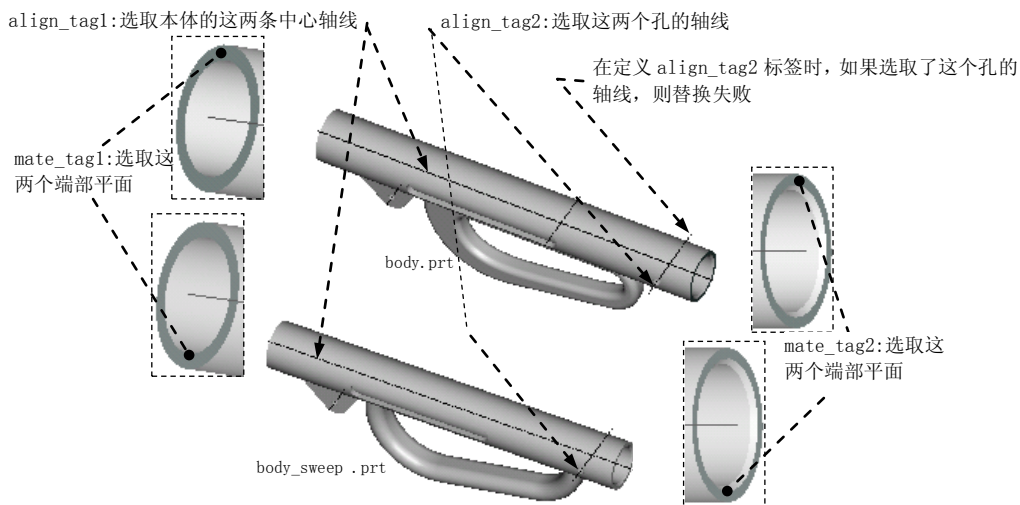
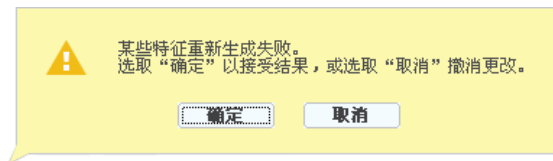

图 6.4.3 定义各参考标签
图 6.4.7 “错误提示”窗口
本例中要定义的各参考标签如图 6.4.3 所示。
- (2) 定义参考标签。
- ① 在“参考配对表”对话框中单击  按钮，在 **标记** 文本框中输入第一个参考标签名 MATE_TAG1，并按回车键。
- ② 按住 Ctrl 键，分别选取图 6.4.3 中模型的两个端部平面（图中左边的端面）。
- ③ 定义其余三个标签。然后重复与步骤①、②相似的操作。
- ④ 最后单击“参考配对表”对话框中的 **确定** 按钮。
在上节的 Stage1 中，如果在定义 align_tag2 参考标签时，body.prt 上的轴线选另一个孔的轴线，如图 6.4.3 所示，那么在进行元件替换时，会出现图 6.4.7 所示的“诊断失败”错误提示窗口，一般说来，解决这类问题有下面两种方法。
注意：图 6.4.3 中的两个孔轴线虽然在同一条直线上，但它们是两个特征孔的轴线，在装配瓶口座（socket）零件时，其中一个孔的轴线在装配体中被用作组件参考，如果创建标签时，选取的不是该孔的轴线，就会产生替换失败。另外，假如这两个孔是同一个特征，就不会出现这种替换失败的问题。
Step1. 在图 6.4.7 所示的“错误提示”窗口中单击 **确定** 按钮，然后在模型树中选中 **SOCKET.PRT** 并右击，在弹出的快捷菜单中选择 **编辑定义** 命令。
(1) 单击功能选项卡参考配对区域中的“参考配对表”按钮。
(2) 在弹出的对话框中选择 ALIGN_TAG2 参考标签，再选择区域中的 body，然后查询选取图 6.4.3 所示的孔的轴线；按住 Ctrl 键，选取图 6.4.3 所示的 body_sweep 中的孔的轴线；并保存该“互换”装配模式下的装配文件。
(3) 切换到 asm_exercise3 窗口；然后单击按钮，此时系统提示。